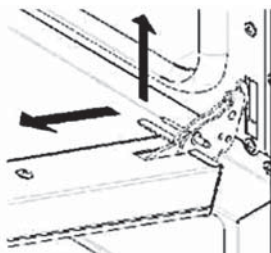

Fig. 7
- til de deur voorzichtig op en trek de deur naar u toe (Fig. 7);